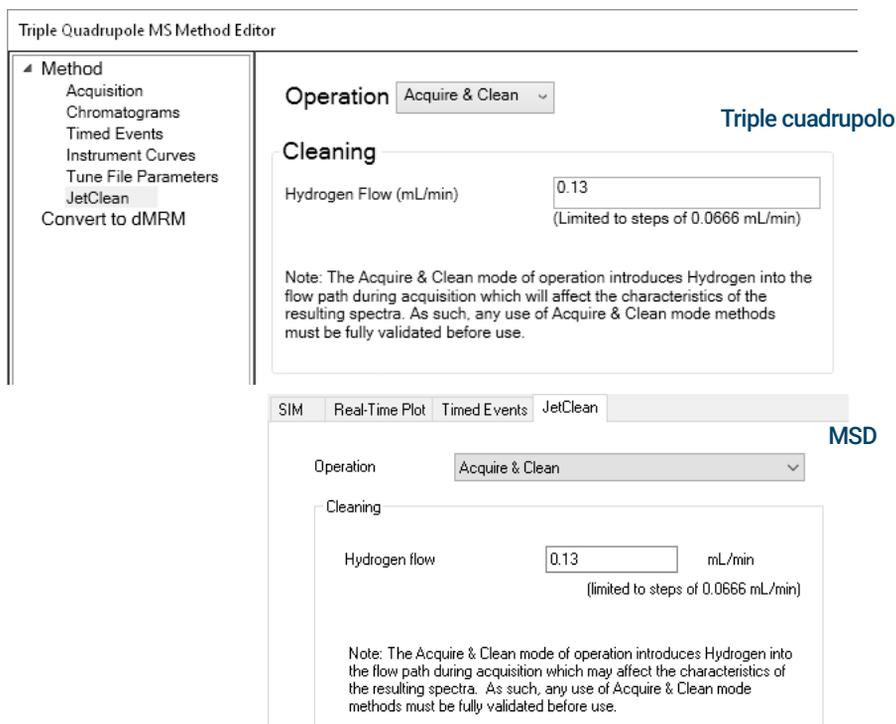

Figura 10 Pantalla de limitación del flujo de hidrógeno del modo Acquire & Clean (Adquisición y limpieza)
- 3 Seleccione **JetClean** (JetClean). (Consulte la **Figura 10** en la página 41).
- 5 Introduzca en el campo **Hydrogen Flow** (Flujo de hidrógeno) el valor indicado por el desarrollador de métodos. (Consulte la **Figura 10** en la página 41). Dicho flujo de hidrógeno debe coincidir con el valor utilizado en el archivo de sintonización.